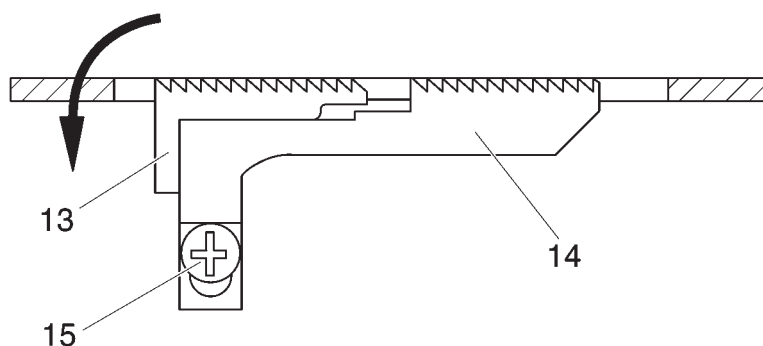

Рис. 15
- Поворачивайте маховик в нормальном направлении до тех пор, пока опускающийся дифференциальный транспортер не выйдет на уровень плоскости игольной пластины (рис. 15).